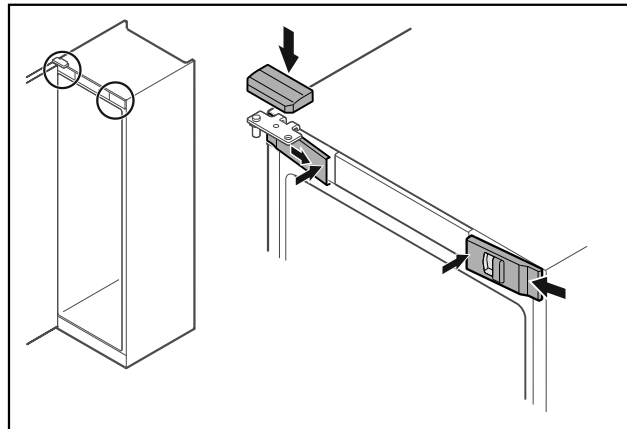

Fig. 51
- ▶ Vordere Abdeckungen Fig. 51 (1) seitlich einhaken und innen aufrasten.
- ▶ Obere Abdeckung Fig. 51 (2) von oben aufrasten.